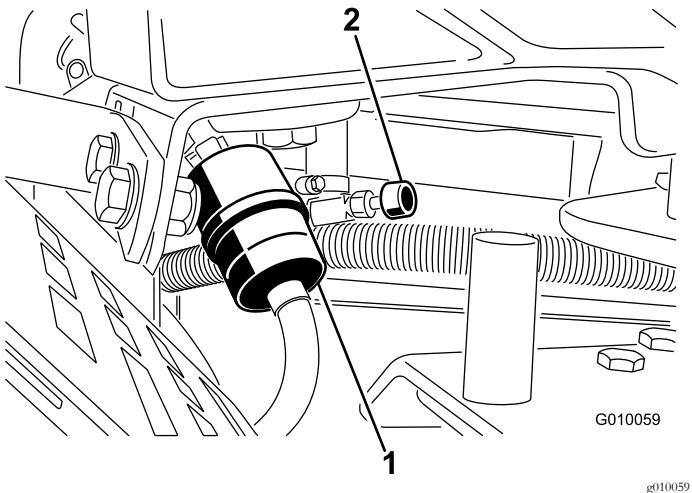

Figura 51
2. Feche a válvula de corte de combustível (Figura 51).
3. Aperte as pontas dos grampos da tubagem e afaste-as do filtro (Figura 51).
5. Instale um filtro novo e coloque as braçadeiras junto ao filtro (Figura 51).
7. Abra a válvula de corte de combustível (Figura 51).
3. Desaperte a braçadeira de tubos no filtro de combustível e deslize-o para cima do tubo de combustível, afastando-o do filtro (Figura 51).
4. Puxe o tubo do combustível do filtro do combustível (Figura 51). Abra a válvula de corte do combustível e deixe o combustível escoar para um recipiente de combustível ou um recipiente de escoamento.
5. Instale o tubo de combustível no filtro. Deslize a braçadeira do tubo para perto do filtro de combustível para prender o tubo de combustível (Figura 51).